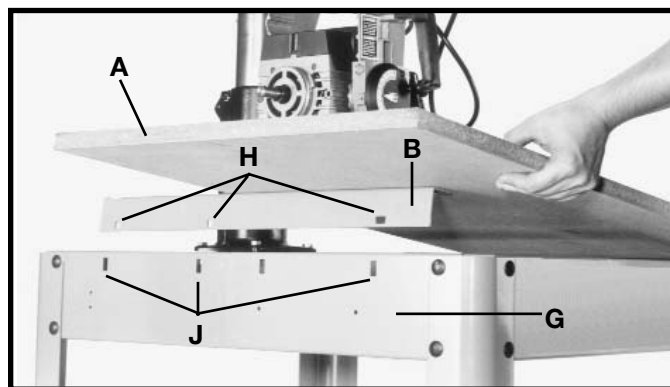

Fig. 17
3. Coloque la tabla de mesa delantera (A) Fig. 17 sobre la base de la sierra (G), de manera que los soportes de la mesa (B) monten a horcajadas la parte externa de la base de la sierra (G) y los tres agujeros (H) en cada soporte de mesa (B) queden alineados con las tres ranuras (J) en cada lado de la base de la sierra (G) conforme a lo ilustrado.